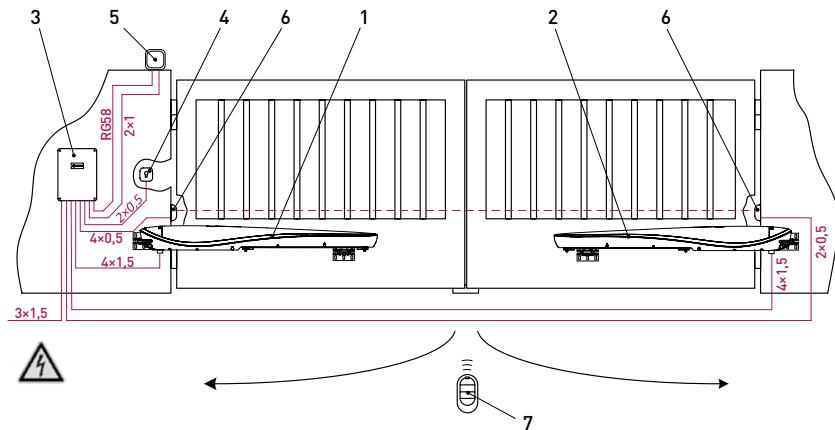

Рисунок 3. Типовая схема автоматизации двухстворчатых распашных ворот (открытие ворот внутрь)
- определите место, в которое будет установлен каждый компонент приводной системы (*рис. 3*). Привода и блок управления должны быть смонтированы на внутренней стороне ворот. Места установки устройств управления определите вместе с пользователем;
- проложите в соответствии с действующими нормами кабели до мест, где предусмотрена установка различных компонентов. На примере типовой схемы (*рис. 3*) рекомендуется использовать кабели длиной не более 20 метров;